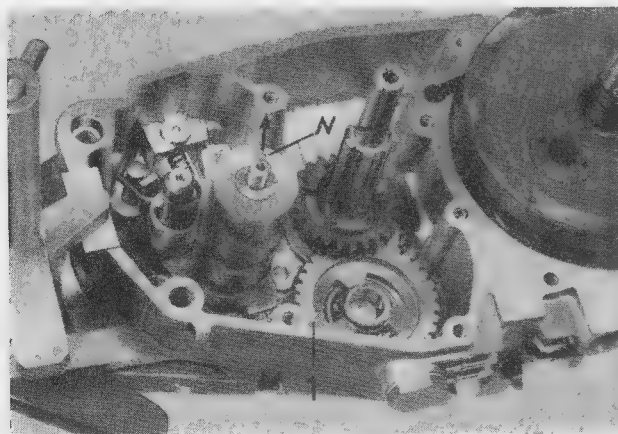

Bild 175. Einbau der Schaltung
- Schaltfinger und Schaltarretierhebel in die Schaltwalze einführen; Schaltwalze mit Schaltwelle gemeinsam in das Gehäuse einsetzen; dabei die Rückholfeder der Schaltwelle über den Schaltanschlag drücken. Zahnrad für den 1. Gang mit der **ausgedrehten** Seite zum Betrachter auf das Lager 6201 für die Vorgelegewelle legen (Bild 175).
- Kupplungswelle mit Zahnrad für den 4. Gang versehen, welches durch den Sprengring gesichert werden muß. Den Innenring des Lagers 6202 aufheizen und die Kupplungswelle zum Anliegen am Lagerinnenring bringen (Bild 175).